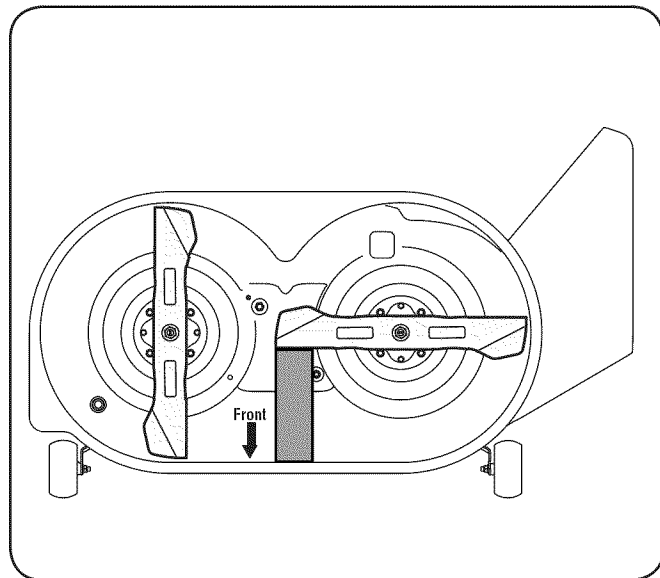

Figura 2
**IMPORTANTE:** Las cuchillas DEBEN estar posicionadas como se ve en la Figura 2.